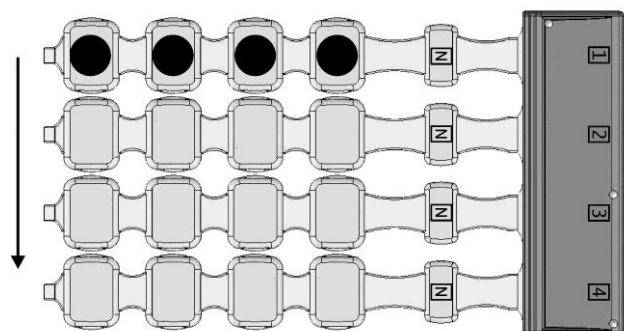

Рис. 17
- «бегущая горизонталь» (рис. 17) - одновременное возбуждение всех индукторов в одной линейке с последующим односторонним возбуждением всех индукторов соседней линейки по циклическому закону, цикл для данного типа развертки составляет четыре «шага» возбуждения линеек индукторов (по числу линеек в излучателе);